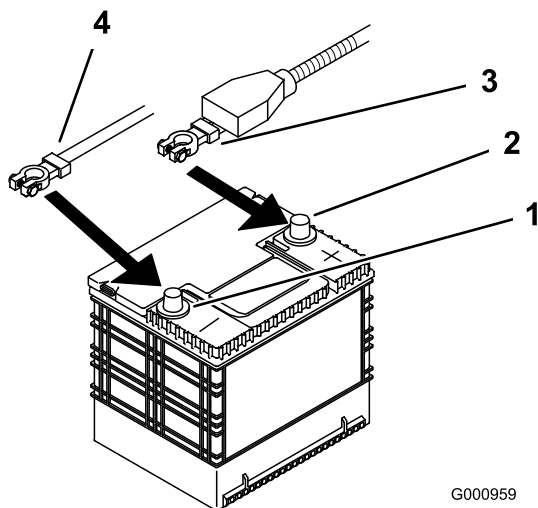

Figura 48
4. Primero desconecte el cable negativo del borne negativo (-) de la batería (Figura 48).
5. Retire la cubierta de goma roja del borne positivo (rojo) de la batería. Luego retire el cable positivo (rojo) de la batería (Figura 48).
1. Coloque la batería en la bandeja, con los bornes frente al depósito de aceite hidráulico (Figura 48).
4. Fije los cables con 2 pernos (1/4 x 3/4 pulg.), 2 arandelas (1/4 pulg.), y 2 contratuercas (1/4 pulg.) (Figura 48).